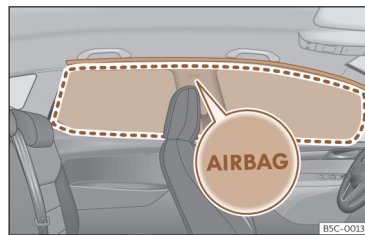

Fig. 32 Localização dos airbags da cabeça.
Os airbags da cabeça estão localizados de ambos os lados do habitáculo, por cima das portas >>> Fig. 32 e estão assinalados pelo logo «AIRBAG».
Ao ativar-se, o airbag da cabeça ocupa a zona assinalada (raio de alcance) >>> Fig. 32. Por este motivo, nunca se deverá colocar ou fixar objetos nesta zona >>> ⚠.
- Assegure-se de que as crianças viajam sentadas corretamente nas suas cadeiras e não colocam a cabeça na zona de insuflação dos airbags para a cabeça >>> **Fig. 32**, uma vez que, se os airbags disparassem, estes poderiam bater-lhes e causar-lhes lesões graves.